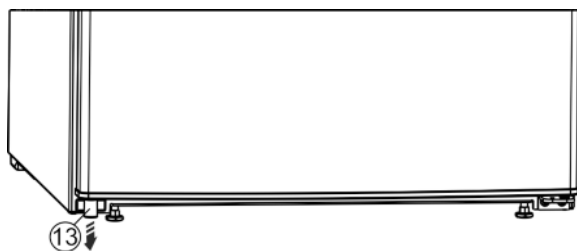

Fig. 4
- ▶ Vlevo dole vytáhněte z dveří distanční vložku Fig. 4 (13).